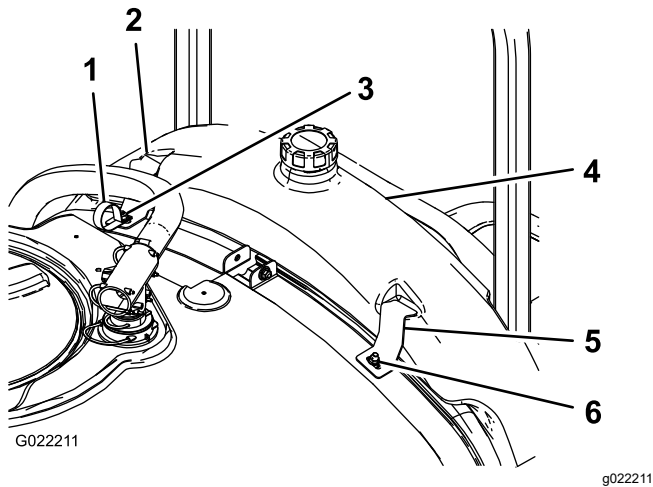

Figura 2
2. Instale o depósito de lavagem como se mostra na Figura 2.
3. Utilizando 2 anilhas grandes e porcas flangeadas, instale os suportes do depósito de lavagem e grampos em R nos parafusos de carroçaria previamente instalados (Figura 2).